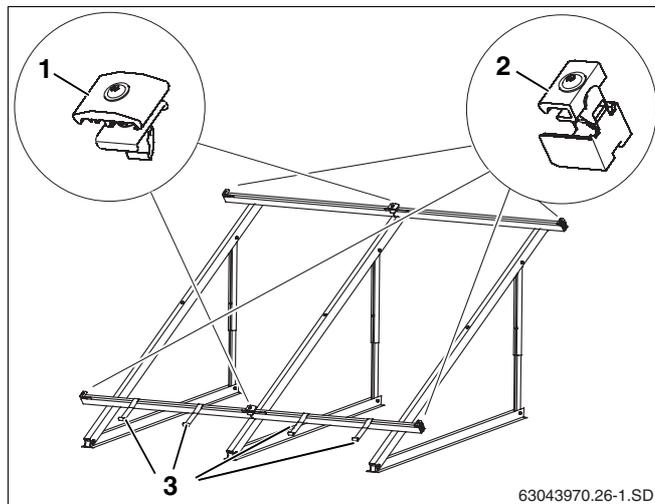

Fig. 44 Eléments de fixation pour le capteur
Les capteurs sont fixés sur les rails profilés avec les tendeurs unilatéraux (fig. 44, **pos. 2**) au début et à la fin d'une rangée de capteurs et avec les tendeurs double face (fig. 44, **pos. 1**) entre les capteurs.
Les dispositifs anti-glissement permettent également d'éviter (fig. 44, **pos. 3**) le glissement des capteurs.